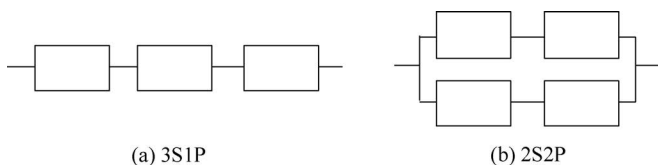

图 3-3 锂电池电芯组合方式
(1) 锂电池单节电压为 3.7V,3S1P 表示三片锂聚合物电池的串联,电压是 11.1V,其中 S 表示串联,P 表示并联。又如 2S2P 表示 2 片锂聚合物电池串联,再把两个这样的串联结构并联,总电压是 7.4V,电流是单片电池的两倍,如图 3-3 所示。